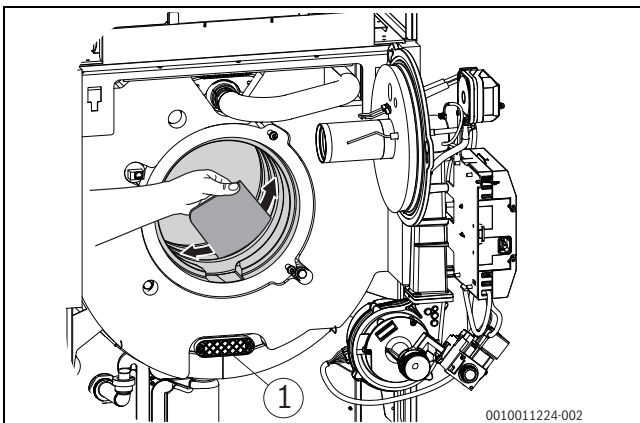
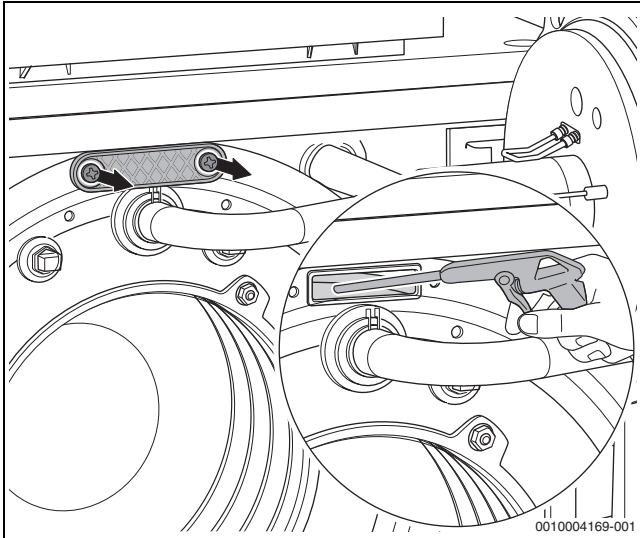

Bild 55 Heizgasspalte mit Reinigungspachtel reinigen
Bild 56 Wärmetauscher mit Sprühlanze reinigen
- ▶ Reinigungsdeckel (→Bild 55, Seite 35, [1] und Bild 56) abnehmen.
- ▶ Lose Partikel mit Wasser (z. B. Sprühlanze) aus Feuerraum und Abgasmantel spülen (→Bild 56).
- ▶ Heizgasspalte mit Reinigungspachtel reinigen (→Bild 55, Seite 35).